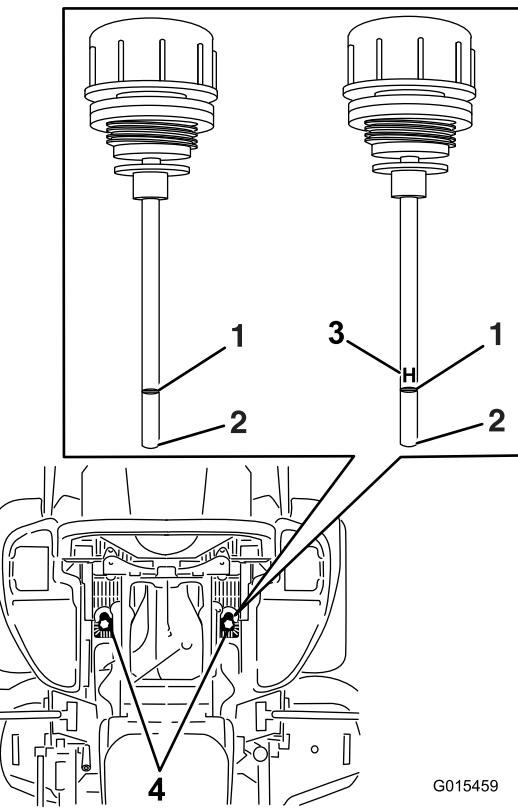

Figura 83
6. Limpie la zona alrededor de las varillas de los depósitos de los sistemas hidráulicos (Figura 83).
7. Retire una varilla del depósito de aceite hidráulico (Figura 83).
9. Retire la varilla e inspeccione el extremo (Figura 83). Si el nivel de aceite está en la marca Add (añadir), vierta lentamente en el depósito hidráulico sólo la cantidad de aceite necesaria para que el nivel llegue hasta la marca de Lleno o **H**.